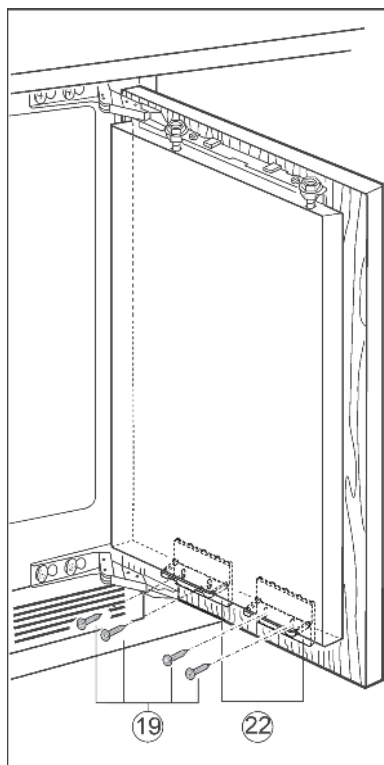

Fig. 19
- ▶ Visser la porte de l'appareil sur la porte du placard à l'aide de vis Fig. 19 (19) au travers de l'équerre de fixation Fig. 19 (22).